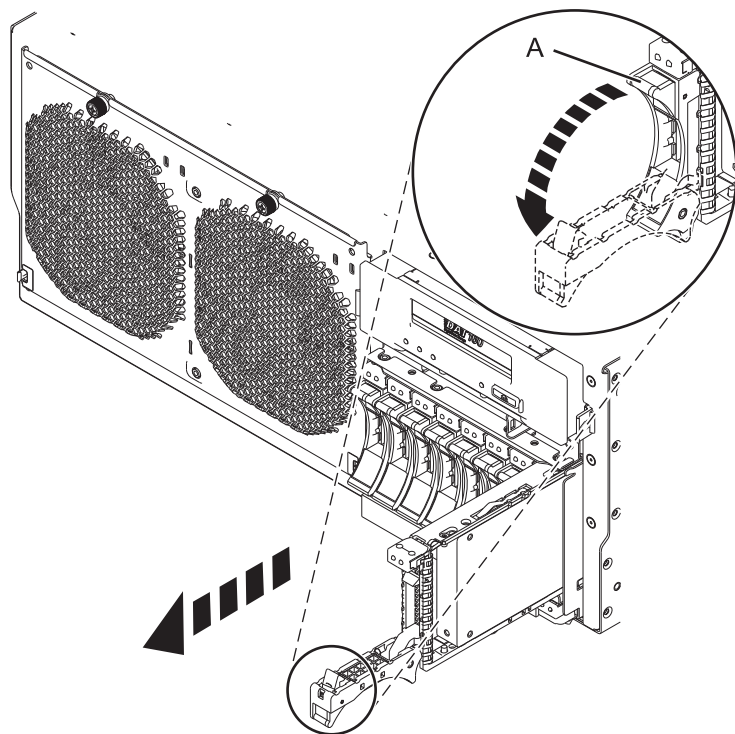

図 3. バックプレーンからのディスク・ドライブの取り外し
- 1) ディスク・ドライブ・ハンドル (A) をロック解除して、手前に引き、ディスク・ドライブを外します。
- 2) ディスク・ドライブの下に片手を添えて、図 3 に示すようにドライブをシステムから注意深く引き出します。